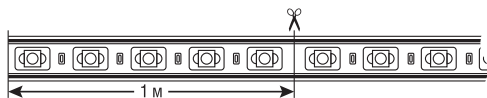
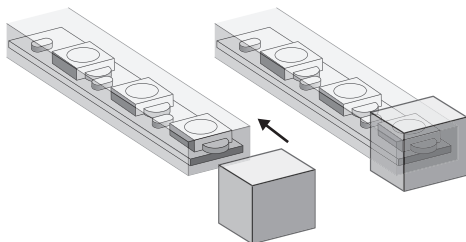

Рис. 2. Разрезание светодиодной ленты.
Рис. 3. Установка заглушки на светодиодную ленту.
- **Разрезание светодиодной ленты на участки.** Светодиодную ленту NLS-3528-IP67-220V можно разрезать на участки, кратные одному сегменту, длина которого равна 1 м. Разрез необходимо производить строго посередине участка, соединяющего смежные сегменты, см. Рис.2. В месте разреза ленты пропущен сегмент гибкой печатной платы. На окончаниях участков светодиодной ленты, к которым не планируется производить какие-либо подключения, необходимо установить заглушки NLS-суп-3528-220 для ленты 3528-IP67-220, Рис.3. **Внимание!** При установке заглушки необходимо использовать герметик, чтобы обеспечить должную герметичность в месте соединения.